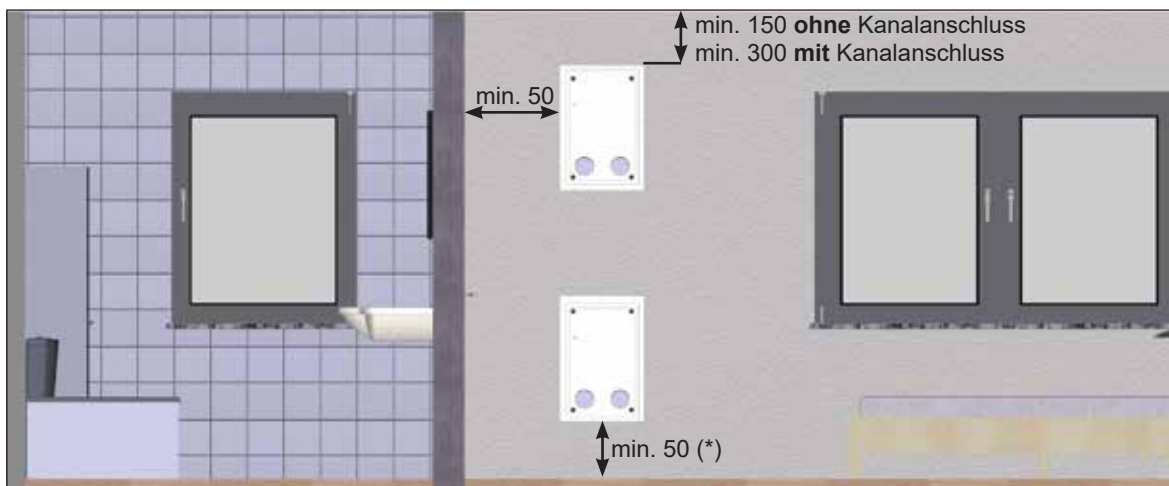
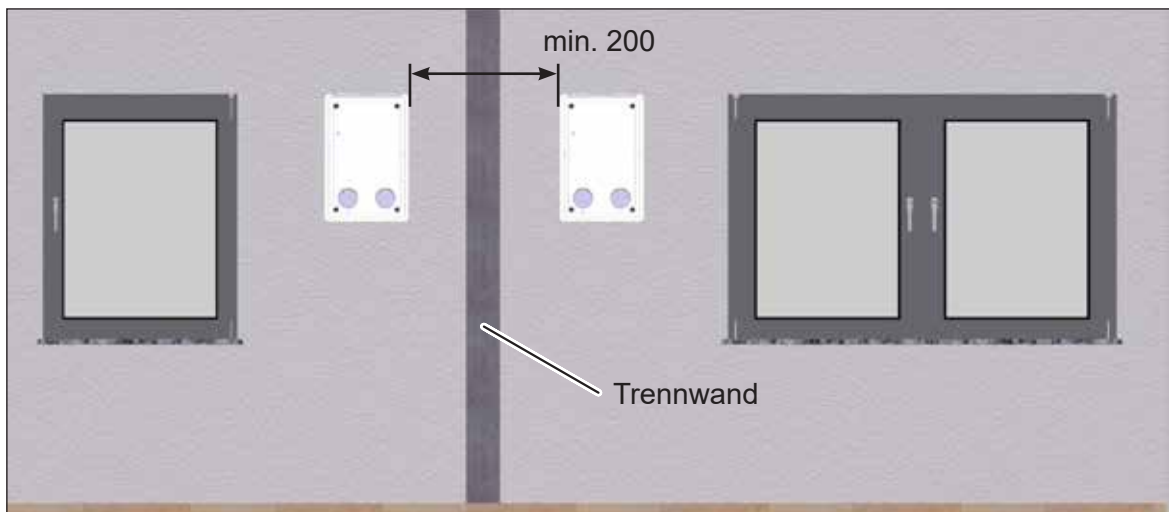

Abb. 4: Mindestabstände und Positioniermöglichkeiten des Montagesets M-WRG-II M/MB, Maße in Millimeter
Abb. 5: Seitlicher Mindestabstand zwischen zwei Mauerkästen, Maße in Millimeter
- ▶ Achten Sie auf folgende Mindestabstände (siehe Abb. 4 und Abb. 5):
- Der Abstand der seitlichen und unteren Mauerkastenkante zu angrenzenden Flächen sollte mindestens 50 mm (Ausnahme: bei Verwendung eines Kondensatanschlusses, siehe (\*) in Abb. 4 auf Seite 10) betragen. Mit Einhaltung des Mindestabstands lässt sich das Lüftungsgerät leichter bedienen. Ebenso kann der Luftfilterwechsel ohne Beeinträchtigung durchgeführt werden.